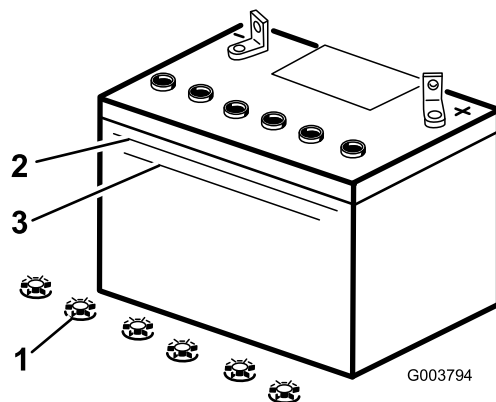

Figure 33
2. Observez le côté de la batterie. Le niveau de l'électrolyte doit atteindre le trait supérieur (Figure 33). Le niveau d'électrolyte ne doit pas descendre au-dessous du trait inférieur (Figure 33).
3. Enlevez les bouchons de remplissage de la batterie (Figure 33).
4. Versez de l'eau distillée avec précaution dans chaque élément jusqu'au repère supérieur (Figure 33) sur le côté de la batterie.
5. Attendez cinq à dix minutes après avoir rempli les éléments. Au besoin, ajoutez de l'eau distillée pour amener le niveau jusqu'au repère supérieur sur le côté de la batterie (Figure 33).